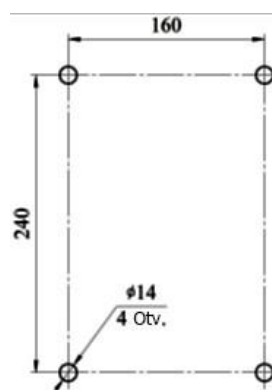
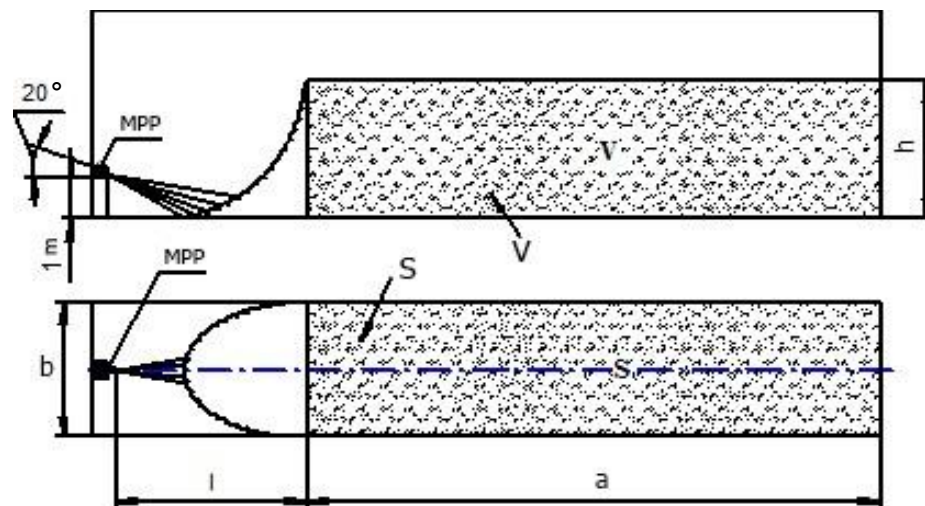

Bild 3
Bild 4. In Raum oder Kanal in Höhe 1m mit Winkel der Achse 20 Grad und Einsatz-Zerstäuber nach unten.
6.2 Die Aufhängung 8 kann unter der Decke (Bild 1) oder die Aufhängung 9 (Bild 2) kann an der Wand angebracht werden. Bitte markieren Sie die Stellen für die Befestigung der Aufhängung wie auf dem (Bild 3) und an der Wand gem. (Bild 4) dargestellt.